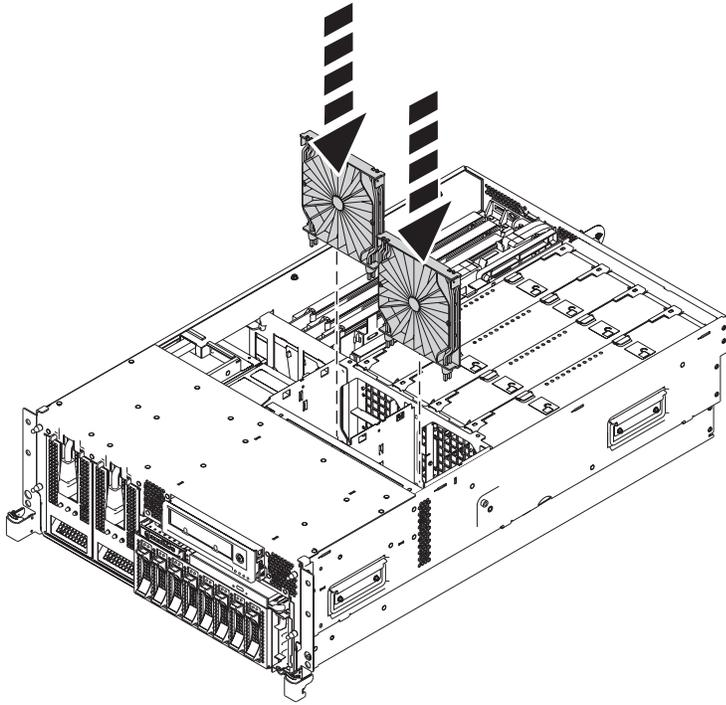

Figura 16. Instalar as grelhas de registo na caixa da ventoinha
- b. Para instalar as grelhas de registo, insira as grelhas nas respectivas localizações na caixa da ventoinha, e empurre para baixo até ficarem bloqueadas, como mostra Figura 16 na página 15.